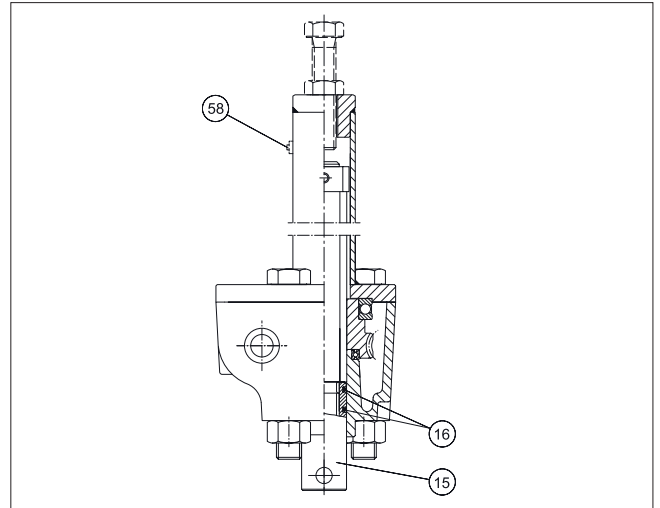

Fig. 25 Mécanisme de commande manuelle
Une fuite d'air est présente dans le filetage du bouton moleté supérieur et la vanne de sécurité (58) lorsque la lame d'étanchéité (15) avec les joints toriques (16) est positionnée à l'intérieur du cylindre. C'est-à-dire lorsque la vanne a été actionnée manuellement en position ouverte pendant la perte d'air comprimé, la pression d'air est rétablie. Pour arrêter cette fuite, actionner la commande manuelle en position fermée. Cf. Figure 25.